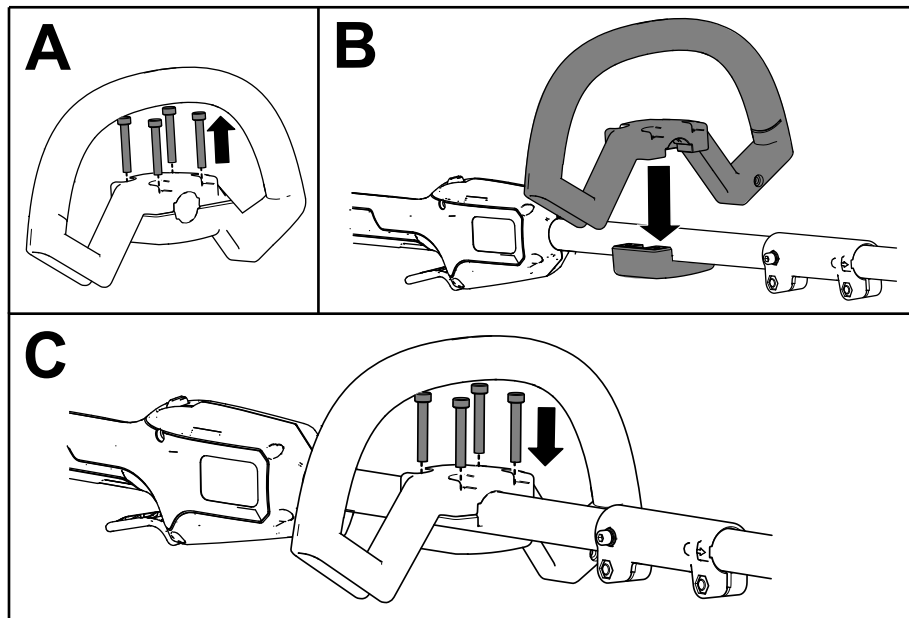

Figura 4
1. Separe la empuñadura auxiliar de la abrazadera retirando los 4 tornillos allen con la llave allen suministrada (Figura 4, A).
2. Alinee la empuñadura auxiliar con la placa de la empuñadura auxiliar en el eje (Figura 4, B).
3. Sujete la empuñadura auxiliar a la placa de la empuñadura con los 4 tornillos allen que retiró anteriormente (Figura 4, C).